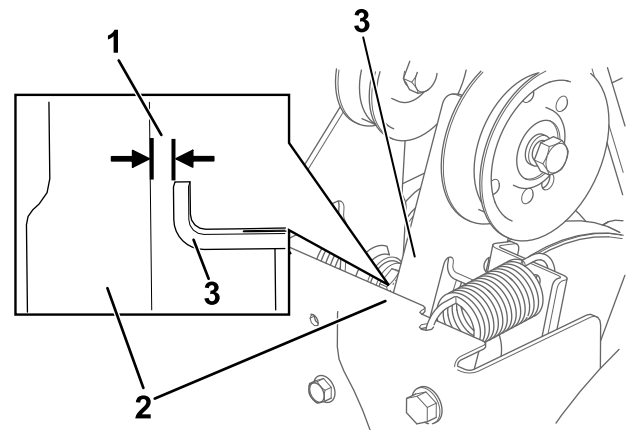

Bild 35
3. Kuppeln Sie den Räumwerk- bzw. Antriebsradhebel aus und stellen Sie sicher, dass der Abstand zwischen dem Schneckenkupplungsarm und dem Rahmen der Maschine 1,5 mm beträgt, wie in Bild 35 dargestellt.